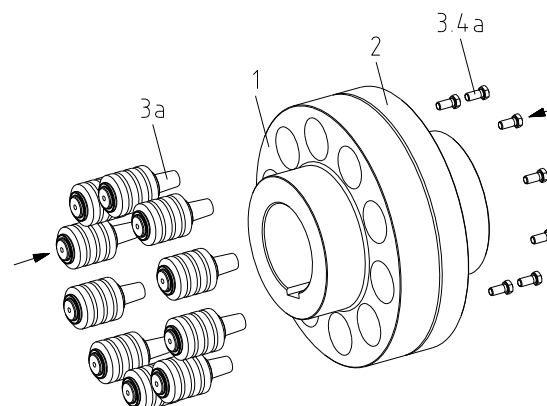

図 12
- ピン(部番 3a)をハブ(部番 1)の穴に挿入して下さい(図 12 をご参照)。
- ピンに六角ボルト(部番 3.4a)を締め込んで下さい。この時、表 2 に記載されている締付トルクに達するまで数回に分けて均等に締め込んで下さい(図 12 をご参照)。